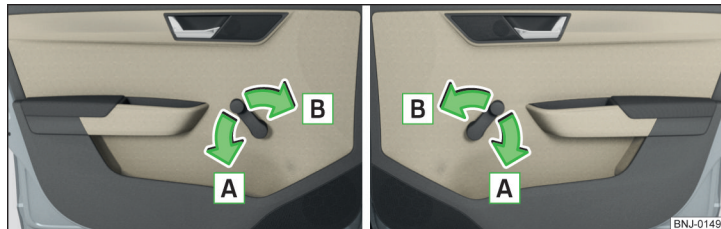

Fig. 51 Operación de las ventanas: izquierda/derecha
- ▶ Para **abrir**, girar la manivela en el sentido de la flecha **A** » fig. 51.